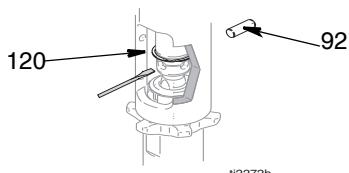
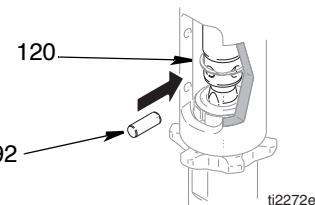

Рис. 8
Рис. 11
- (Рис. 8) Вытолкните стопорное кольцо (120) вверх. Вытолкните наружу штифт (92).
- (Рис. 11) Медленно тяните за стартовый трос двигателя до тех пор, пока отверстие под штифт для штока поршневого насоса не совместится с отверстием гидравлического штока. Рис. 8. Забейте штифт (92) в отверстие. Вдавите стопорную пружину (120) в канавку.